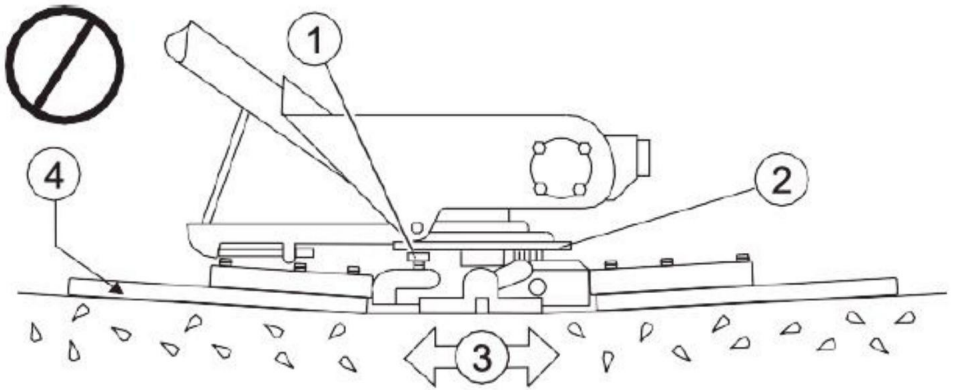

FIG.17
13.2.2 Inclinez les pales aussi à plat que possible. Les boulons de réglage doivent à peine entrer en contact avec la plaque d'usure inférieure de la boîte à araignée. Si l'on ne prend pas contact, un ajustement sera nécessaire. (FIG.17,FIG.4).
13.2 Ajustement du bras de truelle (suite) La FIG. 17 illustre